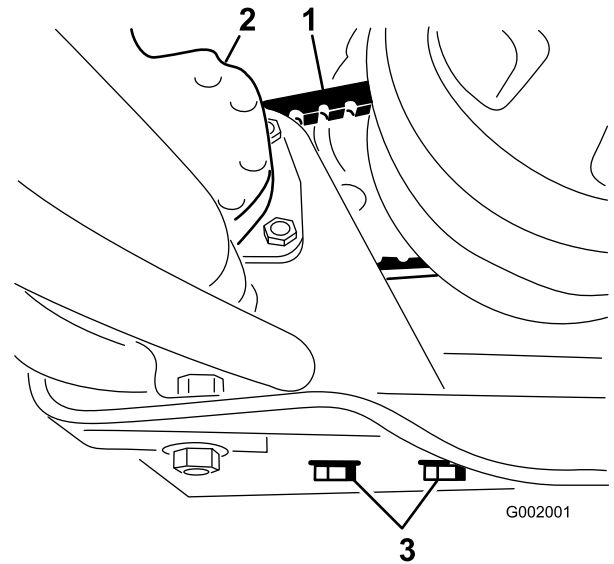

図 62
2. ステアリング・ポンプの取り付けボルトをゆるめる (図 62)。